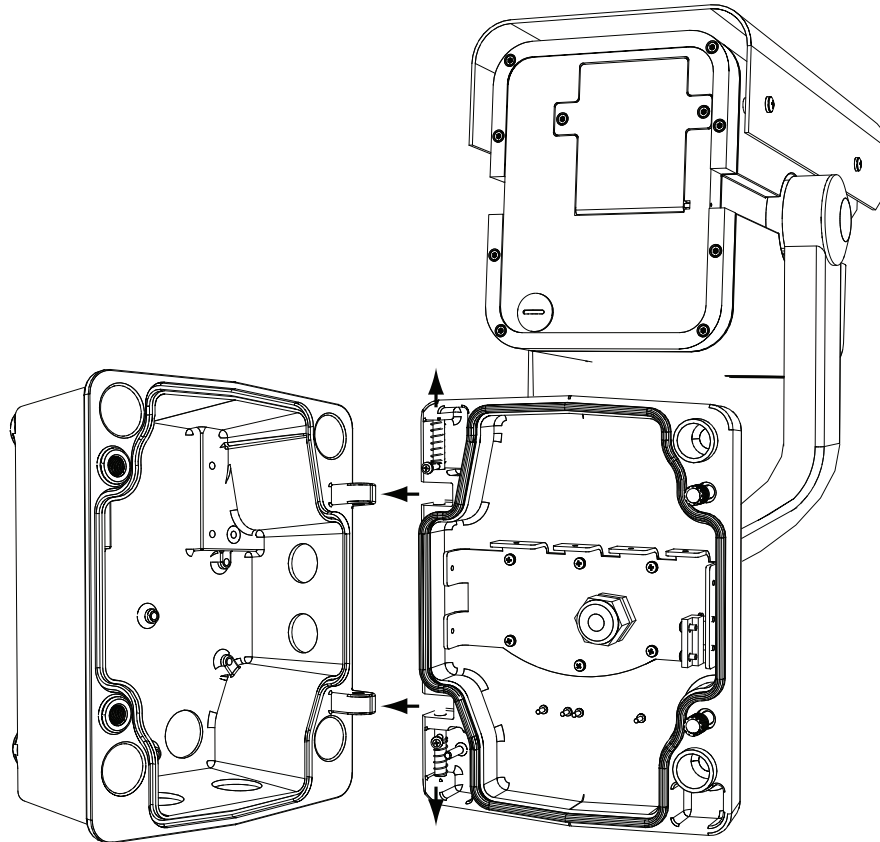

图 2.2 摄像机分线盒铰链对准
3. 剪断并整理所有导线，注意留出足够的导线长度以连接到电源盒中各自的连接器端子，但不要过长。参见上面的 *图 2.2, 页面 8*，了解连接器位置。
3. 在保持顶部铰链打开的同时，将摄像机吊装臂顶部和底部的铰链与分线盒上的接合点对准。有关图示，请参见上面的图 2.2。